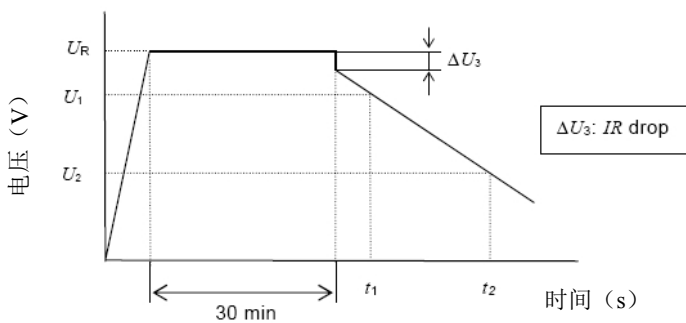

图2 电容器的端电压特性
- ⊙ 测量电容器两端电压从 U_1 到 U_2 的时间 t_1 和 t_2 ，如图2所示，根据下列等式计算容量值：